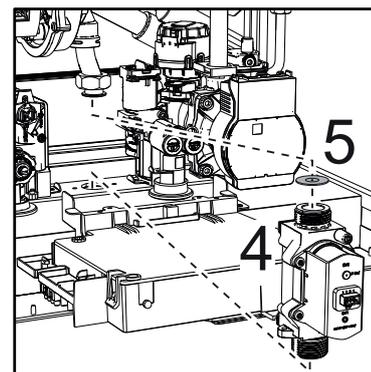

fig. 55 -
- Estrarre la valvola a gas "4" e il diaframma gas "5" ("fig. 55 -").